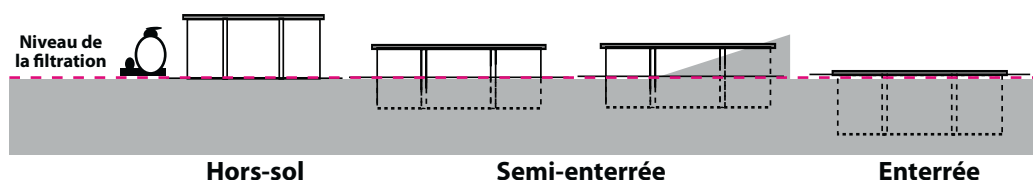

Figure 2
a) Décapez votre terrain selon la forme de votre bassin et figure 2. (tolérance 1 cm sur la plus grande diagonale).